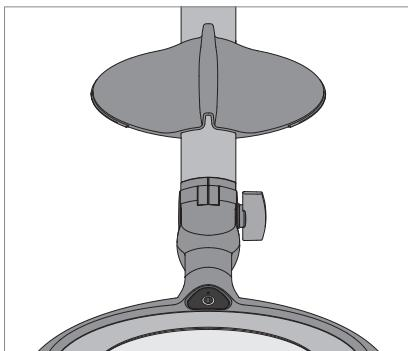

рис. 4: Разместить кожух линзы.
- Закрепите кожух линзы на штативе светильника, смотри рис. 4.